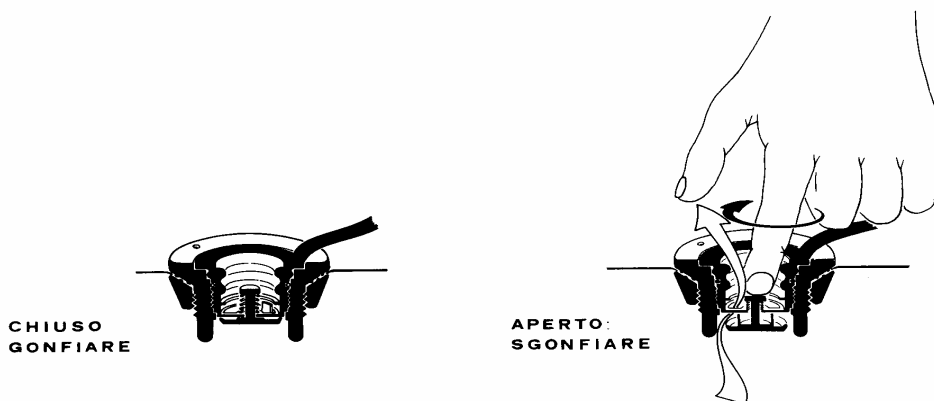

Figura 3.2. Inserimento delle aste negli aeratori e chiusura delle valvole di gonfiaggio
F. Provvedere a svitare i tappi di chiusura delle valvole di sovrappressione, ed assicurarsi che gli otturatori interni delle valvole di gonfiaggio siano in posizione di chiusura Figura 3.2.
G. Prendere dal collo della paleria le aste ad L per gli aeratori, sollevare la pattina ed inserire le aste ad L nella guaina saldata all'interno. Gli aeratori sono posti sopra ognuna delle finestre. Ripetere l'operazione per tutti gli aeratori: 6 nella tenda a 2 porte, 5 nella tenda a 3 porte e 4 nella tenda a 4 porte. **Figura 3.2.** Dallo stesso collo prelevare le aste distanziali di irrigidimento e posizionare a terra le coppie maschio-femmina. Sono necessarie n. 3 coppie per ogni campata.